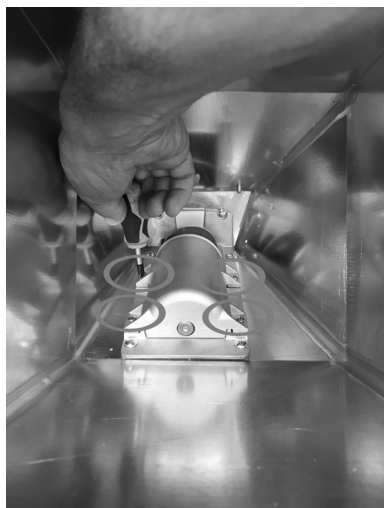

Fig. 36 - Verwijdering van de schroeven
- Langs het reservoir de 4 schroeven van het omhulsel van de transportschroef losdraaien (zie **Fig. 36**).